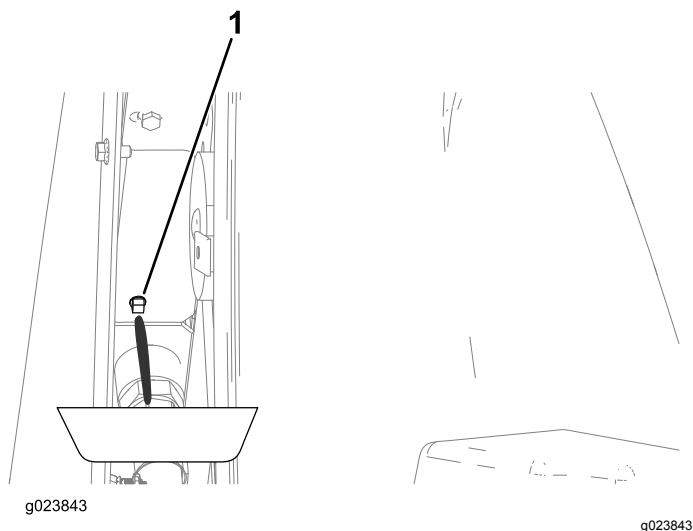

Рисунок 111
4. Подставьте под сливную пробку сливной поддон (Рисунок 111).
7. Закройте пробку сливного отверстия (Рисунок 111).
- C. Закройте пробку сливного отверстия (Рисунок 111).
- H. Закройте пробку сливного отверстия (Рисунок 111).